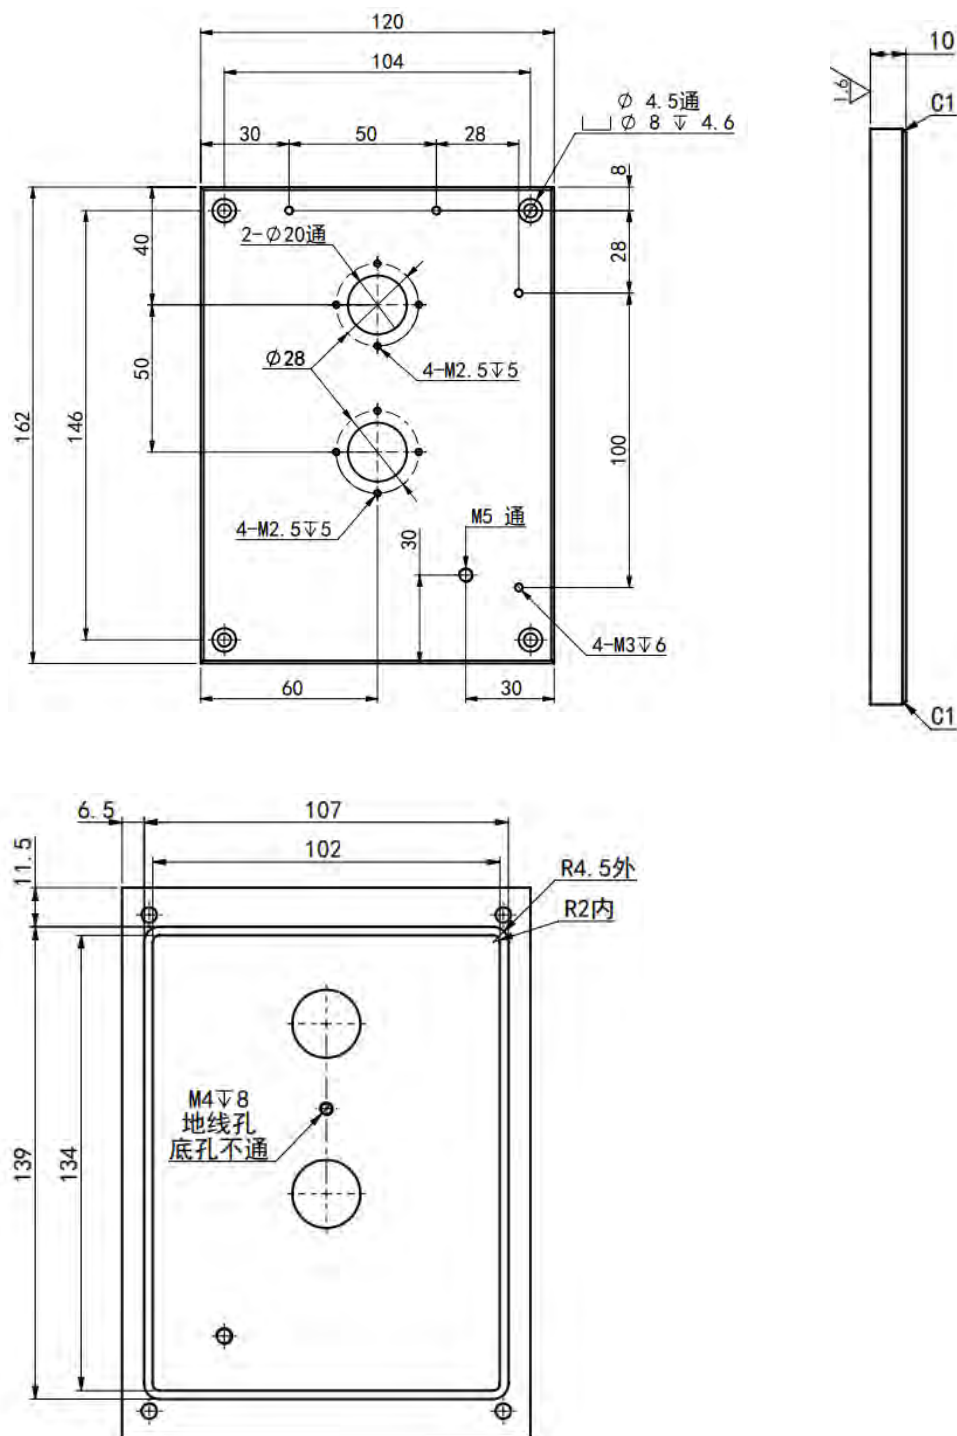

图 4 接线盖尺寸示意图
- 4、接线盖、上封盖均采用 6063 铝合金材质制造, 未注倒角均为 C1mm; 0 型圈槽口倒圆角 R0.3mm。制造尺寸要求如图 4~5 所示。